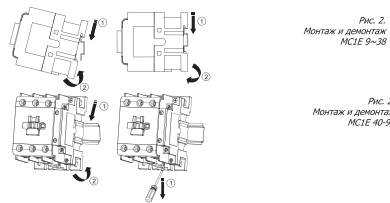

Рис. 2. Монтаж и демонтаж MC1E 09-38. Рис. 3. Монтаж и демонтаж MC1E 40-95.
- Перед установкой убедитесь, что номинальное напряжение и частота катушки соответствуют источнику питания управления. Запрещается использование контактора при повреждении или негерметичной сборке. Способы монтажа и демонтажа см. на рис. 2 и 3.